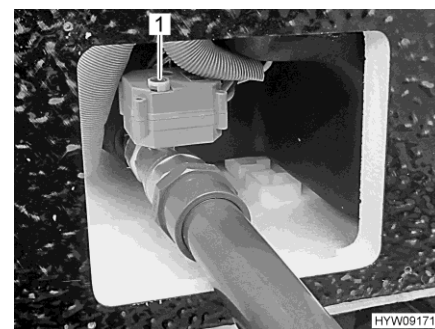

Fig. 106 Manovella (rubinetto di scolo delle acque grigie)
- Per aprire il rubinetto di scolo delle acque grigie sollevare la manovella (Fig. 106,1) e ruotarla in senso antiorario fino a battuta. La direzione di rotazione (O per apertura, S per chiusura) è indicata sulla manovella.
- Per chiudere il rubinetto di scolo delle acque grigie sollevare la manovella (Fig. 106,1) e ruotarla in senso orario fino a battuta.